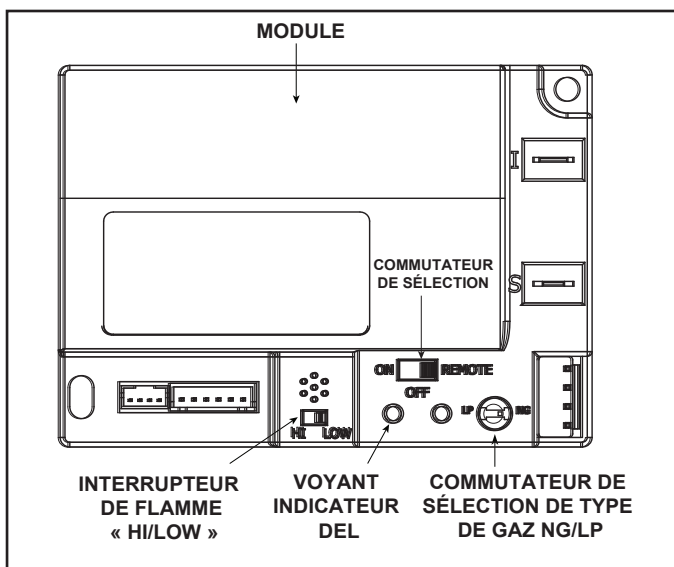

Figure 3.6 Module de commande
1. Le module de commande est équipé d'un commutateur de sélection ON/OFF/REMOTE (marche/arrêt/télécommande) qui doit être réglé. Voir la figure 3.6.
2. Si un interrupteur mural câblé est utilisé quand le mode à « REMOTE » du module est activé, la hauteur des flammes peut être réglée au moyen du commutateur de sélection « HI/LO » du module. Voir la figure 3.6. Notez que le commutateur de sélection de flamme « HI/LO » sera désactivé une fois la télécommande optionnelle (RC200/RC300) programmée au module de commande. Notez que le module de commande allumera toujours le foyer à « HI » et conservera ce réglage pendant les 10 premières secondes de fonctionnement. Si le commutateur « HI/LO » est en position « LO », la hauteur de flamme se réglera automatiquement au minimum après 10 secondes. Une fois ces 10 secondes écoulées, la hauteur de la flamme peut être ajustée entre ÉLEVÉ et BAS au moyen du commutateur.
- Localisez le module du commutateur de sélection. (Voir la figure 3.6.)
- Attendez cinq (5) minutes pour dissiper les gaz.